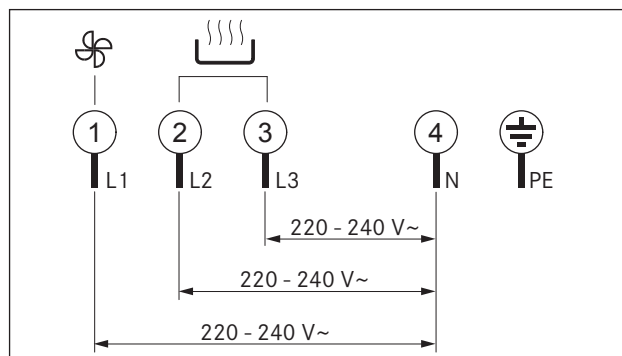

Abb. 6.36 Schéma de raccordement 3 phases de raccordement
- ▶ Raccordez le câble d'alimentation selon le schéma de raccordement (voir fig. 6.36 Abb. 9.36 raccordement) au raccordement au secteur [2] de la table de cuisson équipée d'une aspiration sur table de cuisson.